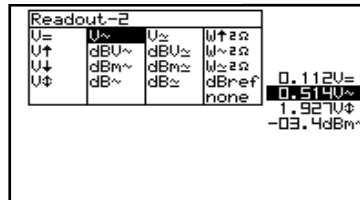

Fig 22
4. Use las teclas en forma de flecha para seleccionar la función deseada para la lectura de medida 2. (fig. 22)